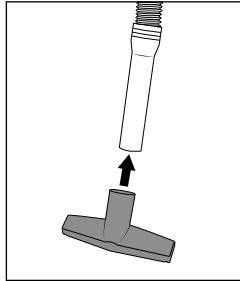

Fig. 10
- ◆ Insérez l'embout meubles 21 sur le flexible d'aspiration 23, pour par ex. aspirer des canapés ou des rideaux (voir fig. 10).